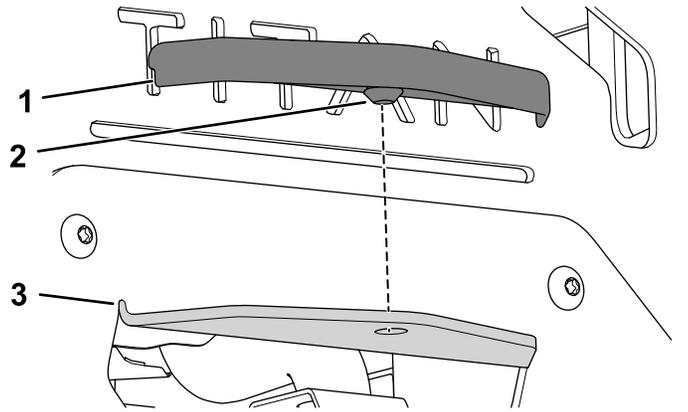

Bild 20
2. Fluchten Sie die Abdeckung für die Anbauvorrichtung über der Anbauvorrichtung aus und drücken sie hinein (Bild 20).